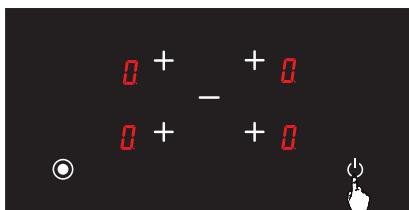

Рис. 24
1. Увімкніть плиту, натиснувши кнопку **⊕** (Див. рис. 24).